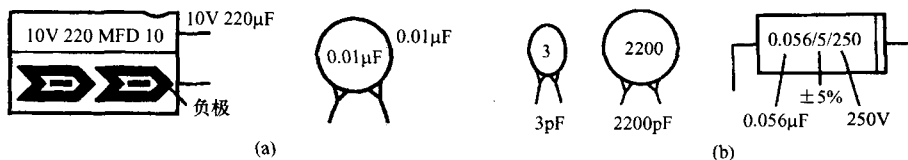

图 2-3 标单位的直标法和不标单位的直标法
电容器的标注方法有标单位的直标法、不标单位的直标法、数码表示法和色码表示法。图 2-3(a)为标单位的直标法,注意有些电容用字母“R”表示小数点,如 $R56\mu F$ 表示 $0.56\mu F$ 。图 2-3(b)为不标单位的直标法。
①直接表示, 例如 $10 \pm 0.5 \text{pF}$, 误差就是 $\pm 0.5 \text{pF}$ 。图 2-3(b) 所示电容器上 0.056 右边的“5”字表示误差为 $\pm 5\%$ 。
②字母码表示, $D = \pm 5\%$ (或者表示 $\pm 0.5 \text{pF}$), $F = \pm 1\%$ (或者表示 $\pm 1 \text{pF}$), $G = \pm 2\%$, $J = \pm 5\%$, $K = \pm 10\%$, $M = \pm 20\%$ 。